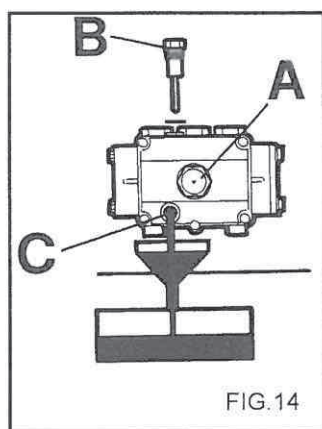

FIG.14
Dabei geht man folgendermaßen vor: Fig.14
2) Den Messtab (Fig.14) herausdrehen.